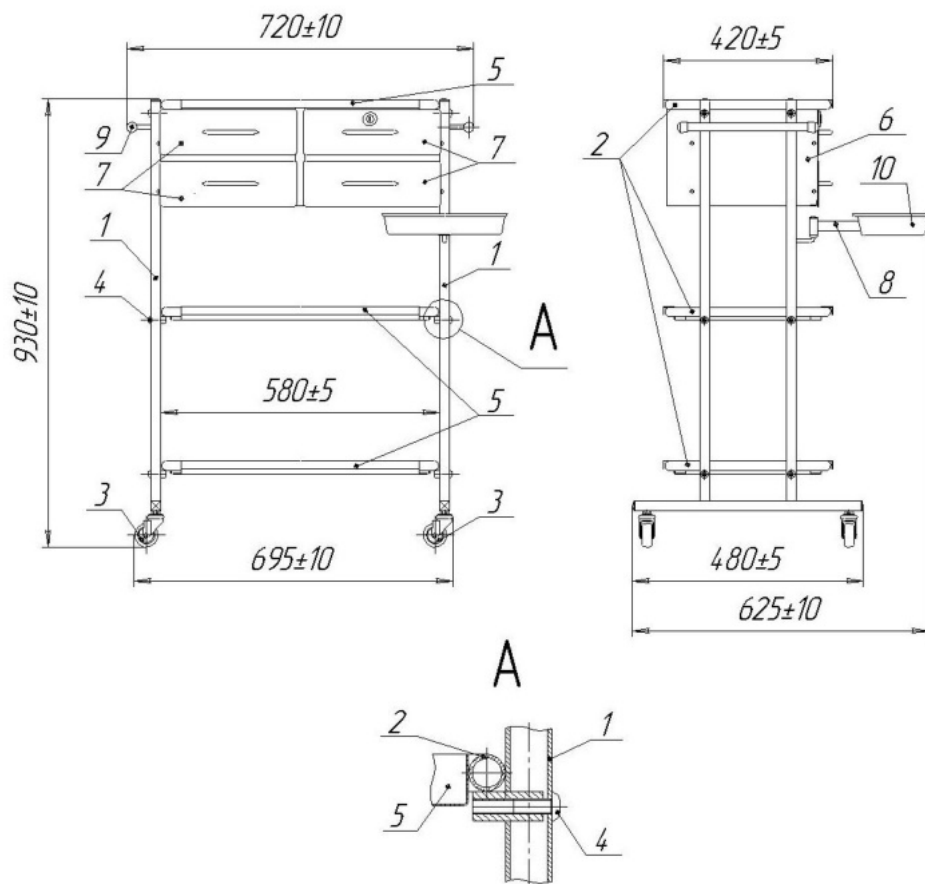

Рисунок 1 Столик медицинский анестезиолога СМа-9 «Ока-Медик»
1.2. Габаритные размеры столика, см. рисунок 1.
1.3. Габаритные размеры верхней панели, см. рисунок 1.
2.2. Порядок сборки столика (см. рис. 1) Распакуйте набор деталей для столика и очистите их от упаковочного материала. Приверните колеса (поз. 3) как показано на рисунке 1 и надежно закрепите их. Возьмите лоток (поз. 10), очистите его от консервационной смазки и поставьте его на место в держатель лотка (поз. 8).